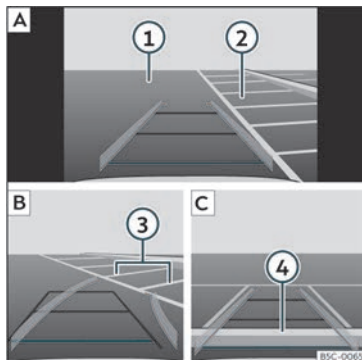

Fig. 177 Visualització a la pantalla del sistema d'Infotainment: aparcar amb l'assistent de marxa enrere.
Legenda de la **fig. 177**:
- Situeu el vehicle davant de l'espai d'aparcament»» **fig. 177** **2** **A**.